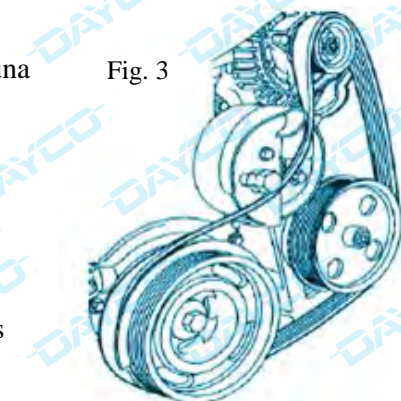

Fig. 3
- Tense la correa girando el utensilio en el sentido de las agujas del reloj con una llave, hasta que la correa no esté completamente enrollada alrededor de la polea de la bomba de agua (Fig. 3).